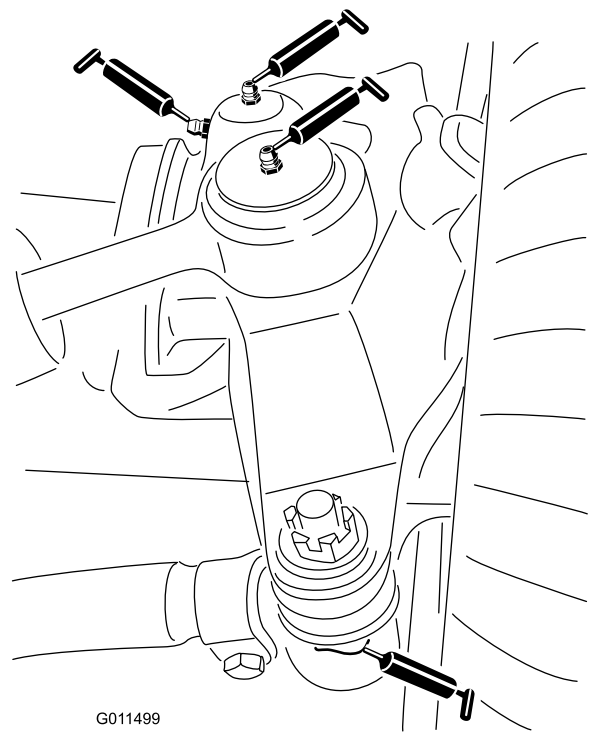

Figure 36
- 2 rotules de vérin de direction (Figure 36)
- 2 rotules de biellettes (Figure 36)
- 2 bagues de pivots de fusées (Figure 36).